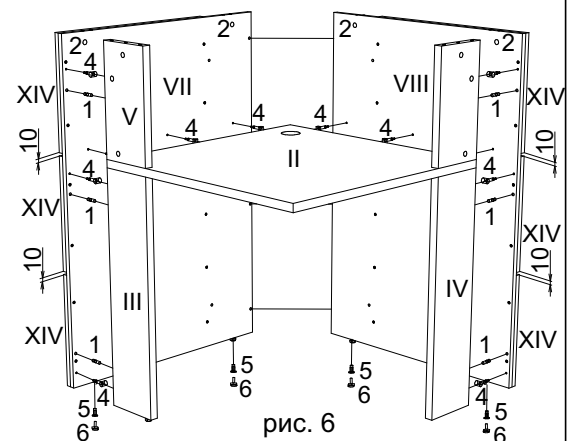

рис. 6
В нижние торцевые отверстия левой (VII) и правой (VIII) передних панелей вбить крепежи для опоры (5) и вкрутить опоры (6), вставить шканты (1), вкрутить дюбеля эксцентриков (4) и вставить эксцентрик (3) стрелкой в направлении отверстия в торце. Саморезами 3,5x20 (7) прикрепить к передним панелям (VII, VIII) накладку (XIV). Прикрепить передние панели с накладками к столешнице (II), опорам (III, IV) и стойкам (V, VI), поворачивая эксцентрики по часовой стрелке (между собой левая и правая передние панели скрепляются при помощи конфирматов 7x50 (13)) (рис. 6).